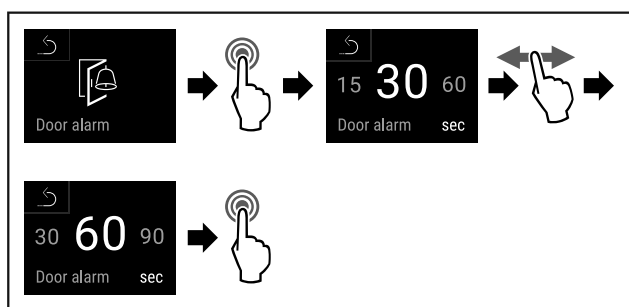

Fig. 147
- ▶ Eseguire i passi (vedere Fig. 147).